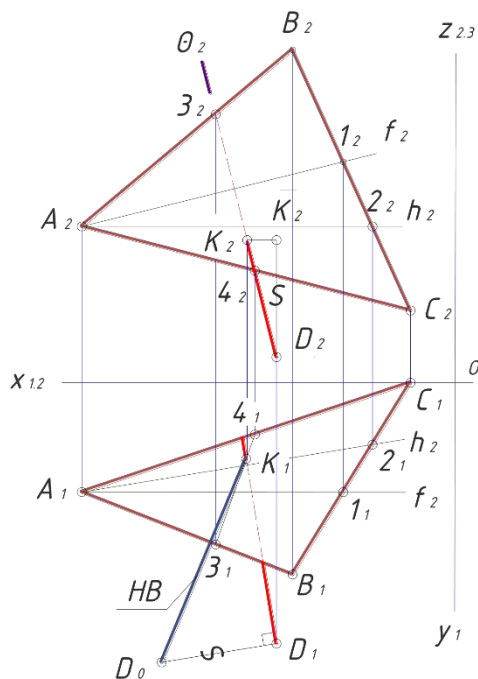

Рисунок 8 Определение натуральной величины перпендикуляра
5. Натуральная величина отрезка прямой  $DK$  определяется методом прямоугольного треугольника (рис. 8).